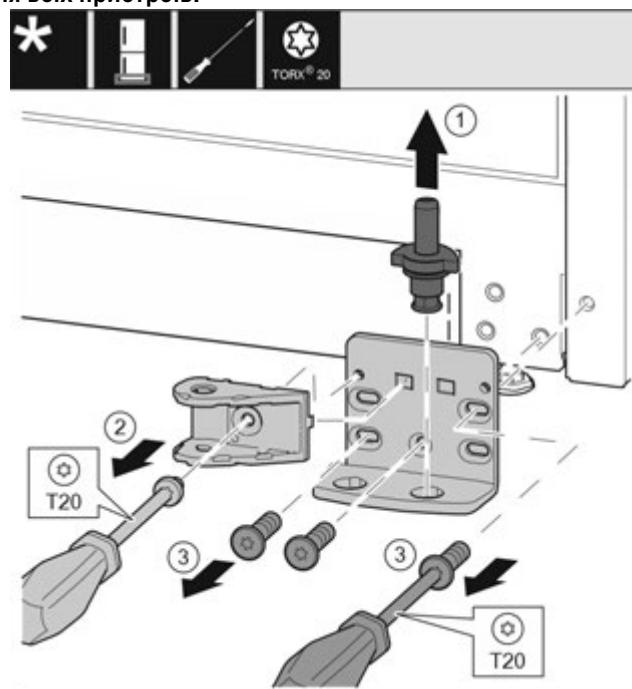

Fig. 34 \*
- Опорний гвинт цілком витягніть рухом вгору. Fig. 34 (1)\*
- Викрутіть гвинт за допомогою викрутки T20 та зніміть з'єднувальний елемент демпфера. Fig. 34 (2)
- ▶ Викрутіть гвинти за допомогою викрутки T20 та зніміть опорний кронштейн. Fig. 34 (3)\*